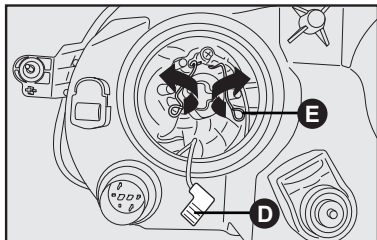

fig. 17
- Retirar o conector elétrico **D-fig. 17** puxando-o;
- Puxar as presilhas **E-fig. 17** e abri-las lateralmente para fora conforme indicado pelas setas;
- Recolocar as presilhas **E-fig. 17** puxando-as e fechando-as lateralmente para dentro;
- Recolocar o conector elétrico **D-fig. 17**;